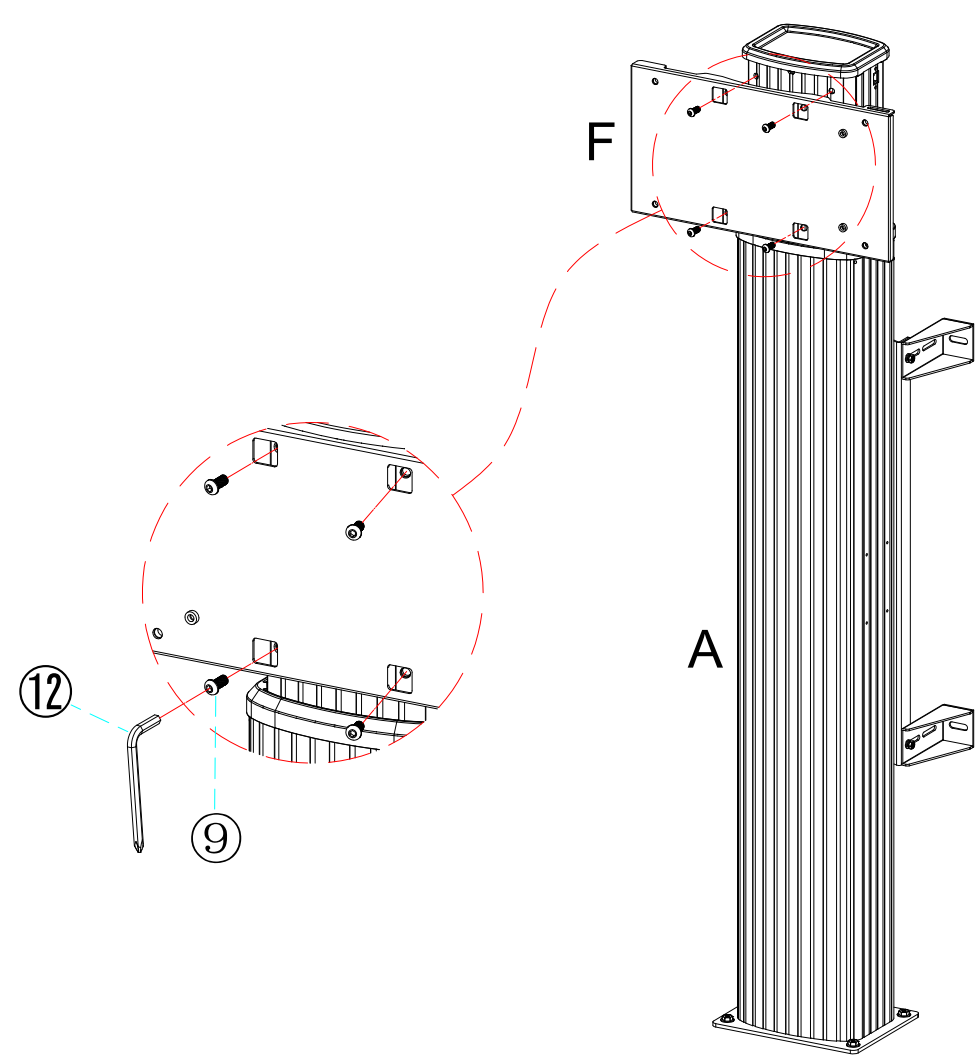

Figure 4
Étape 4 : Assembler la plaque (F) et la colonne (A), et les serrer avec 4 vis (⑨). (Figure 4)